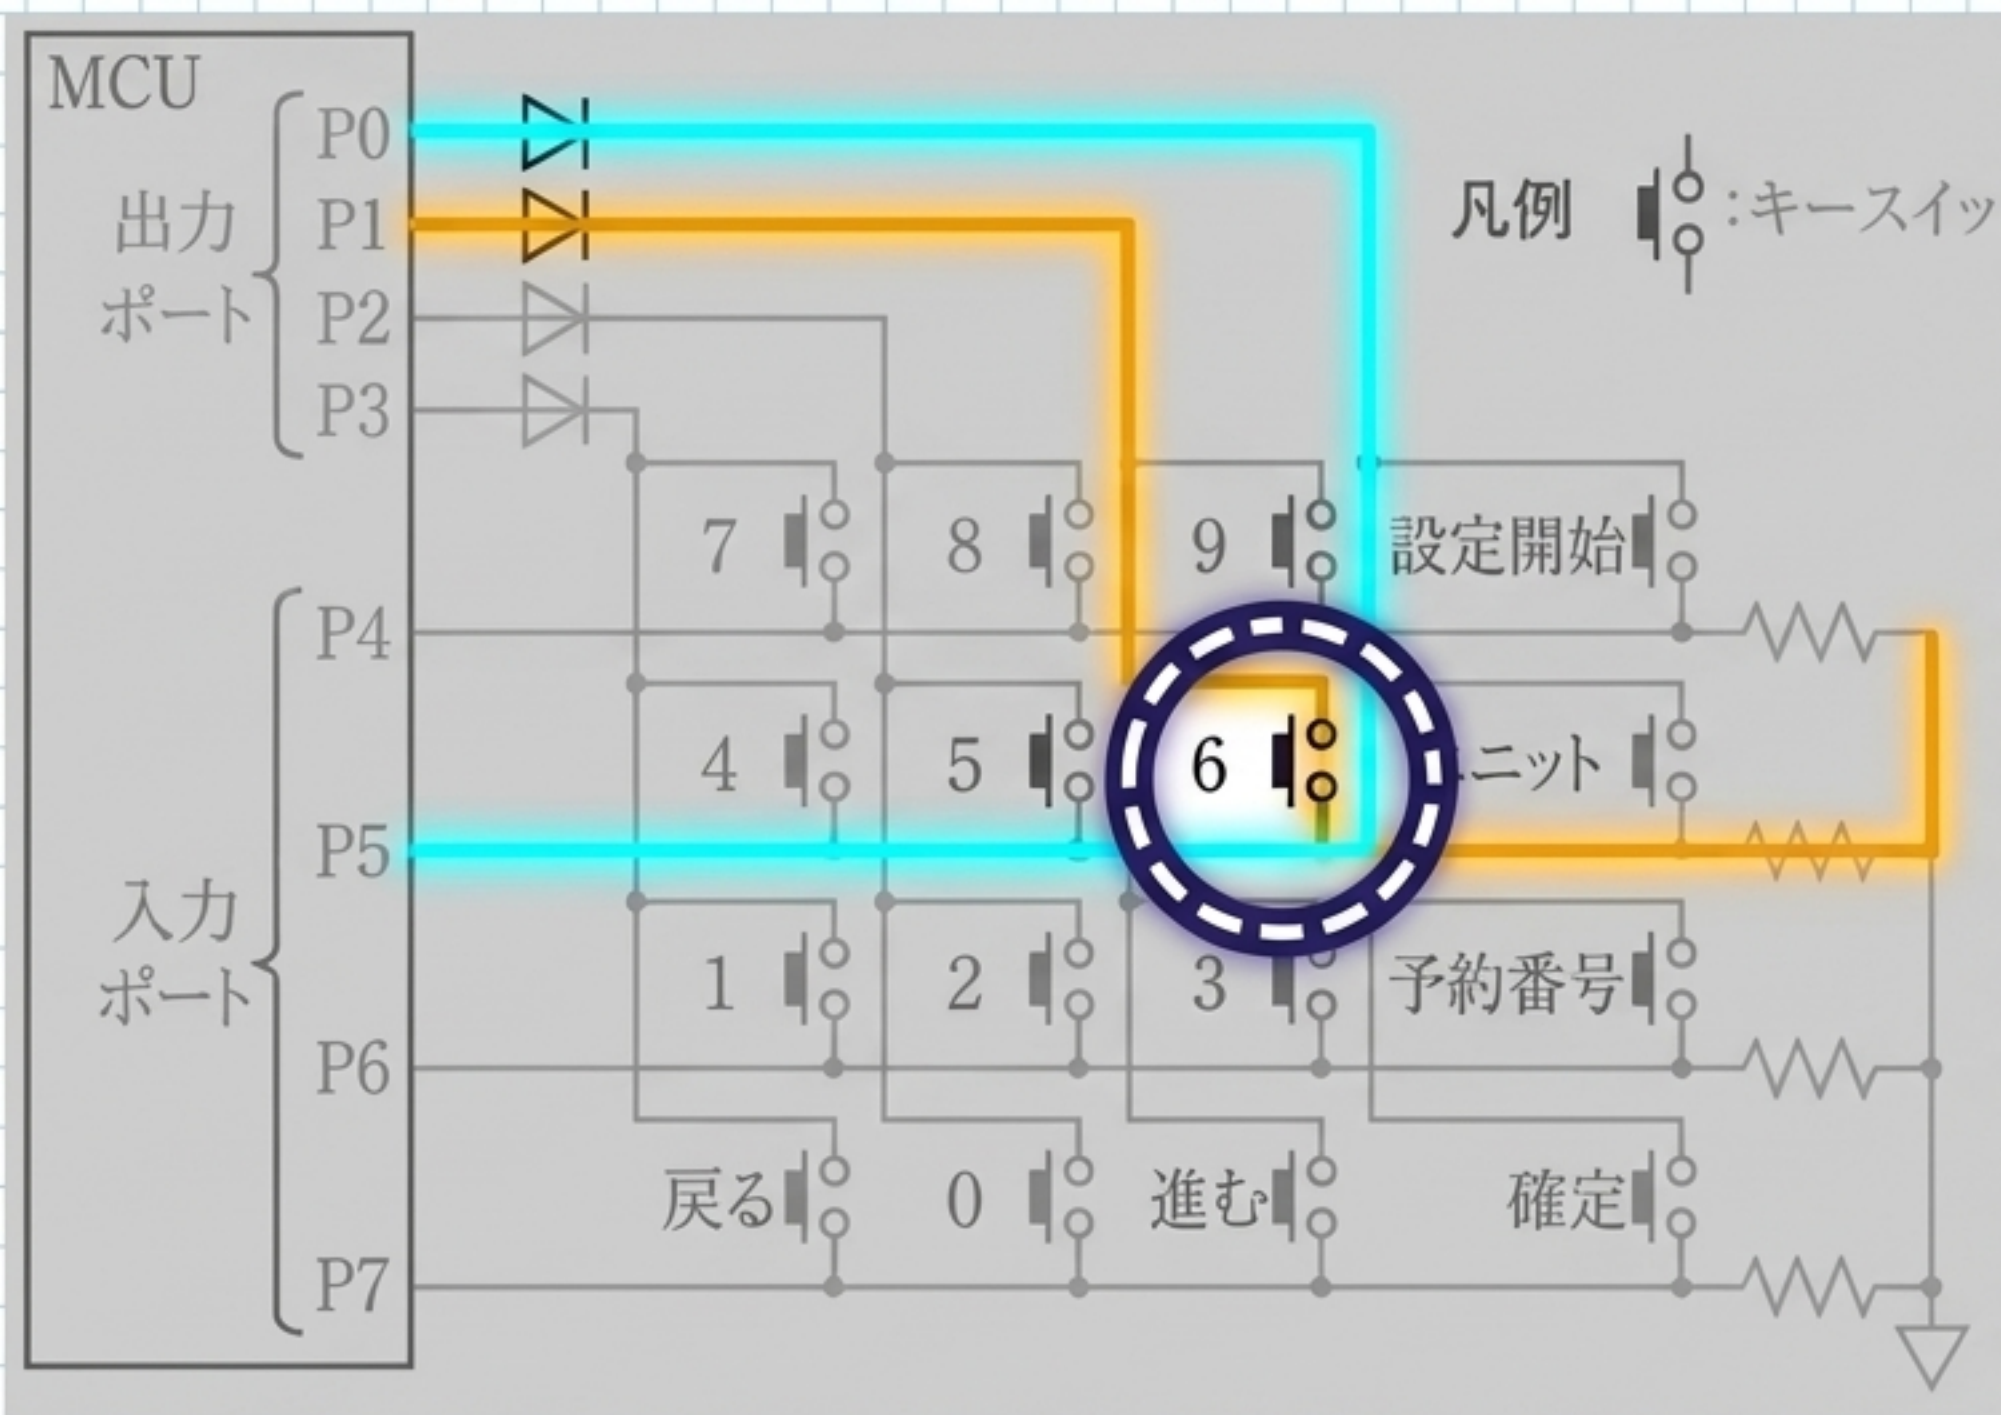

図3 キースキャン回路
- 次の謎: 設問2(2)では、「図3のダイオードがない場合」の危険性を問われています。